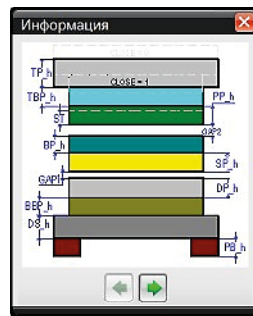

Рис. 7.14. Окно «Информация»
7. В строке назначения числа плит выберите пункт *9 PLATE*. Данный параметр представляет классификацию шаблона пакета в каталоге. При выборе классификации открывается окно **Информация**, которое содержит эскиз пакета штампа (рис. 7.14). Выбранный пакет штампов по умолчанию содержит 9 плит: **TP, TBP, RP, BP, SP, DP, BBP, DS, PB**. Обратите внимание на параметр *index* в таблице раздела **Подробная**. Сейчас он принимает значение *2420*.